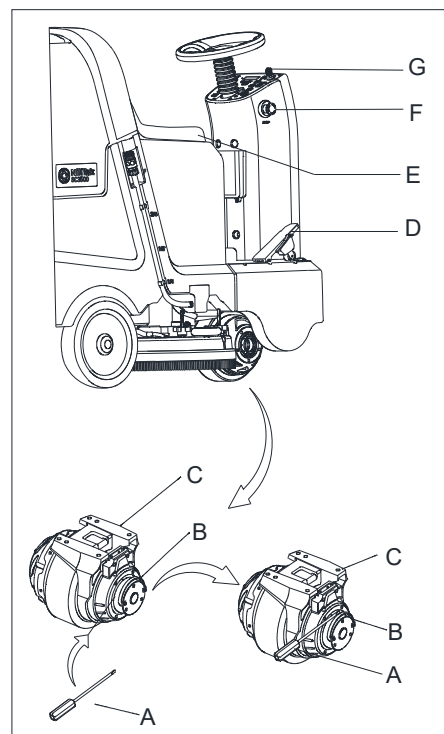

Figura 6
1. Defina o interruptor de chave (G, Figura 6) para "ON".
2. Solte ligeiramente o pedal de aceleração (D, Figura 6) e solte-o para verificar se a máquina pode ser conduzida para a frente e parada.
3. Para assegurar a segurança, confirme se a máquina pode ser parada de imediato ao pressionar o botão de emergência (F, Figura 6). Rode o botão de emergência para reiniciar.
Em alguns casos especiais, tais como empacotamento / descompactação da máquina, falha da máquina, etc., necessidade de mover a máquina sem motor de acionamento, insira Uma chave de fenda (Figura 6, A) freio do motor de acionamento (Figura 6, B) e motor (Figura 6, C) entre as ranhuras (Figura 6), o travão da máquina é liberado, a máquina pode ser movida, após a conclusão, por favor, retire a chave de fenda, caso contrário, não será capaz de iniciar a máquina.